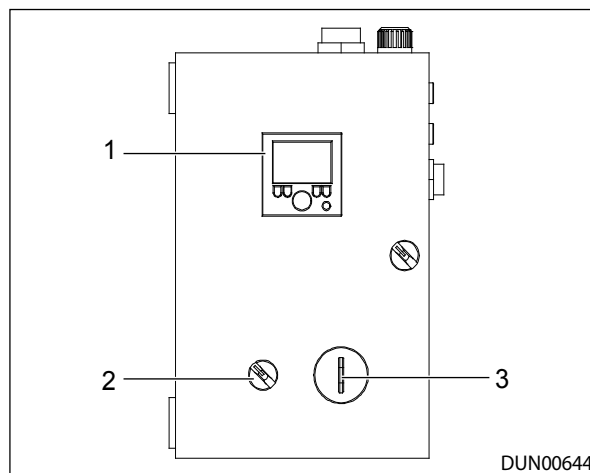

Figure 7.4 - Bedieningspaneel
1. Zet de toerentalschakelaar (item 3) op laag, zie afb. 7.4.